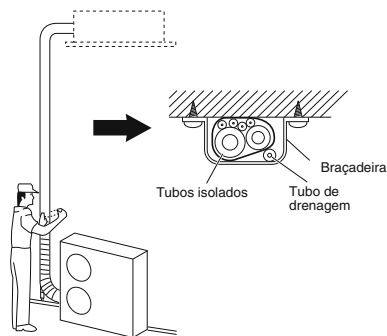

Fig. 5-9
- (1) Agora, os tubos de refrigerante (e instalação eléctrica se as normas locais permitirem) devem ser isolados juntos com fita de blindagem em 1 fardo. Para evitar o transbordamento da condensação no colector de drenagem, mantenha o tubo de drenagem separado da tubagem do refrigerante.
- (2) Enrole a fita de blindagem desde o fundo da unidade exterior até o topo da tubagem onde a mesma entra na parede. À medida que enrola a tubagem, sobreponha a metade de cada volta de fita.
- (3) Prenda o fardo de tubagem na parede, utilizando 1 braçadeira aproximadamente cada metro. (Fig. 5-9)